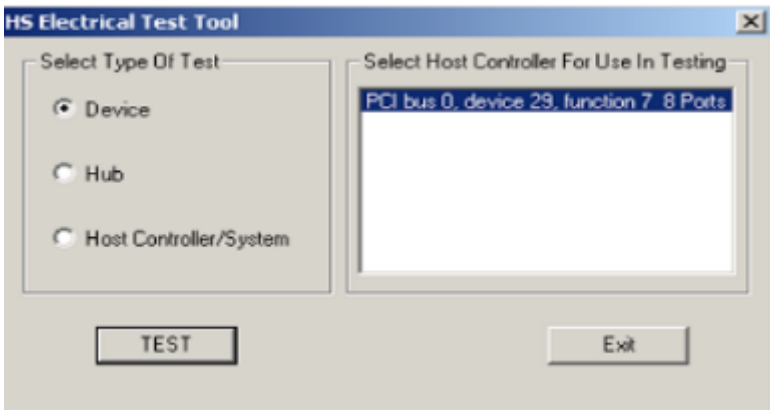

图1-1 选择测试类型
- 2. 打开测试工具，选择“Device”,然后点击“TEST”按钮，如下图 1-1 所示